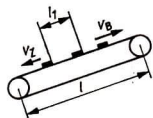

Bild 65
2.3 Zur Orientierung diene die Skizze (Bild 65). Die Geschwindigkeit, mit der sich die Ziegelsteine nach oben bewegen, ist  $v = v_B - v_Z$ . Die Zahl der transportierten Ziegel erhalten wir nach Bild 65: